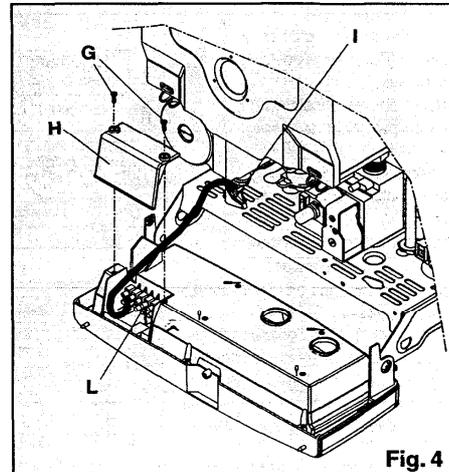

Fig. 4
- destornillar los tornillos (G) que fijan la tapa (H) en la caja del alimentador (fig. 4) y quitarla;
- introducir el cable del termostato ambiente T.A. en el sujetacable (I) situado en el bastidor;
- acceder a los bornes (L) que se encuentran en la tarjeta;